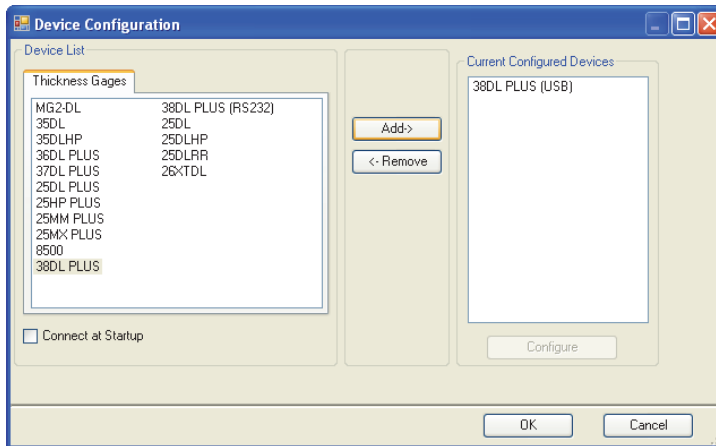

Figura 14-10 Cuadro de diálogo Device Configuration
- b) En el cuadro de diálogo **Device Configuration** (ver Figura 14-10 en la página 296):
- (1) En la opción **Device List**, seleccione el 39DL PLUS y, después, haga clic en el botón **Add**.